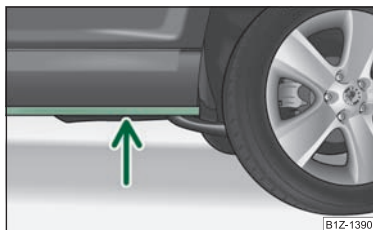

Fig. 117 Vadear
- Determinar la profundidad del agua antes de un vadeo. El agua puede alcanzar, como máximo, hasta el alma del larguero inferior del vehículo ⇒ fig. 117.